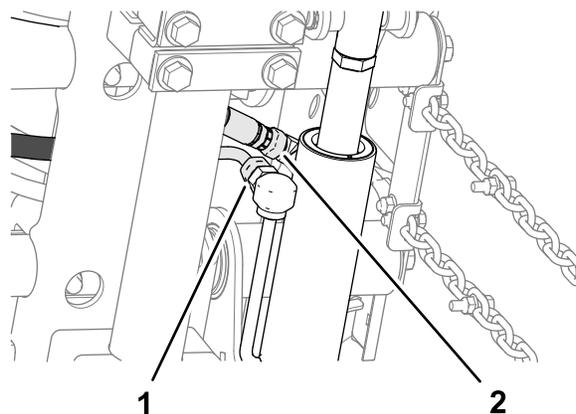

Рисунок 16
2. Установите проставку между несущей и монтажной пластинами (Рисунок 16) и соедините пластины и проставку, не затягивая, с помощью каретного болта ($\frac{3}{8}$ x $1\frac{1}{4}$ дюйма) и фланцевой контргайки ($\frac{3}{8}$ дюйма).